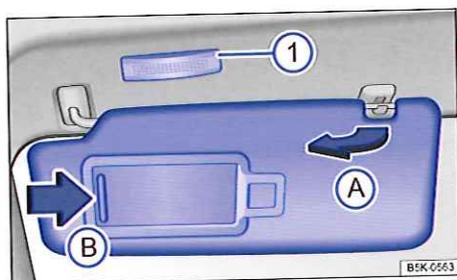

Fig. 88 Dans le ciel de pavillon avant : pare-soleil
- Retrait du support et pivotement vers la porte ⇒ fig. 88 (A).